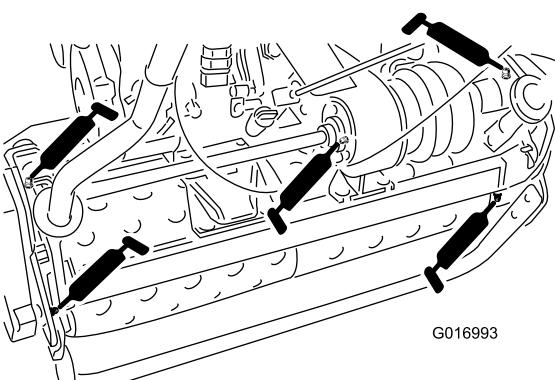

図 18
- ・ ドラムのアクスル（2ヶ所）（図 18）
- ・ デファレンシャル（3ヶ所）（図 18）